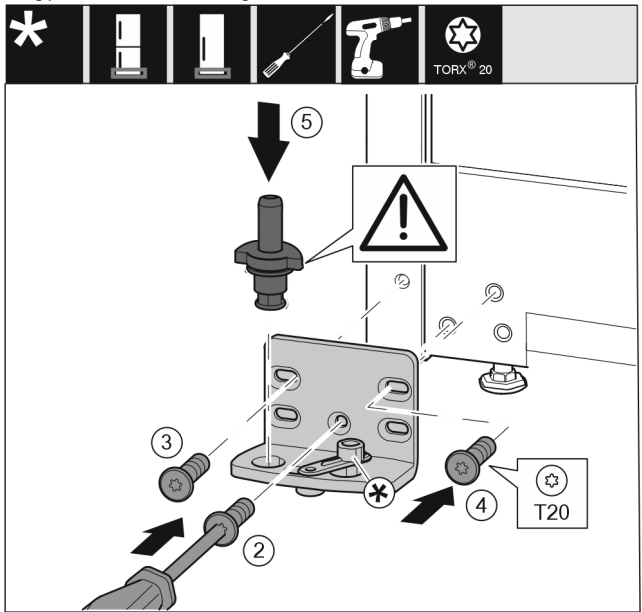

Fig. 36
- ▶ Helyezze fel a csapágybakot a másik oldalra, és húzza meg T20 csavarhúzóval. Alul középen a 2 számmal jelölt csavarral kezdjen. Fig. 36 (2)
- ▶ Húzza meg a 3 és 4 számmal jelölt csavart. Fig. 36 (3,4)
- ▶ Helyezze be teljesen a csapszeget. Közben ügyeljen arra, hogy a bekattanó bütyök hátrafelé mutasson. Fig. 36 (5)
- ▶ Helyezze fel a csapágybakot a másik oldalra, és húzza meg T20 csavarhúzóval. Alul középen a 2 számmal jelölt csavarral kezdjen. (2)*
- ▶ Fordítsa el 180°-kal a záráscsillapítót. Csavarozza fel a T20 csavarhúzóval a csapágybak másik oldalára. (5)*
- ▶ Helyezze be teljesen a csapszeget. Közben ügyeljen arra, hogy a bekattanó bütyök hátrafelé mutasson. (6)*